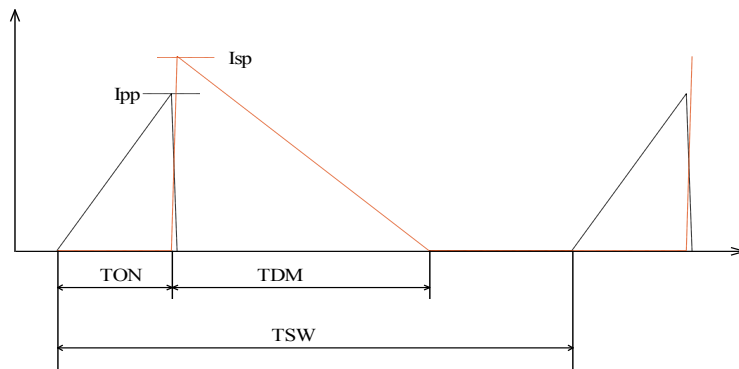

图 4 电流波形工作图
在 CC 模式工作下，CS 引脚的电流信息可以准确地调节次级平均电流。由于系统工作在 DCM 模式，参照下面的图 4，电流峰值 ( $I_{PP}$ )，匝数比 ( $N_P/N_S$ )，次级退磁时间 ( $T_{DM}$ )，和开关周期 ( $T_{SW}$ ) 确定次级平均输出电流。忽略漏电感的影响，平均输出电流由方程 (3) 得到。在 CC 模式下，只要辅助绕组可以保持  $V_{DD}$  高于 UVLO 关闭阈值，当平均输出电流达到规定的基准电流时，在任何低于目标输出电压下都是工作在频率调制模式 (FM) 下的。